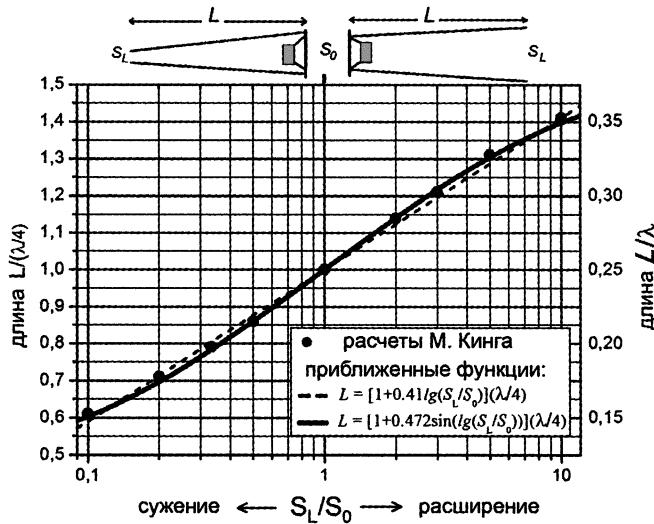

Рис. 4.11. Универсальная зависимость длины  $L$ , которую должна иметь Т-линия, от коэффициента сужения-расширения
На основании табл. 4.3 можно построить универсальный (т. е. применимый для всех значений резонансных частот и соответствующих им длин волн) график. Он представлен на рис. 4.11. Как видно, он неплохо аппроксимируется прямой, если  $S_L/S_0$  откладывать в логарифмическом масштабе. Таким образом, зависимость длины транс-
Тем не менее, читателям, принявшим решение изготавливать расширяющуюся трансмиссионную линию, рекомендуем увеличивать ширину выходного отверстия таким образом, чтобы выход Т-линии совпадал с выходом всего «туннеля». И после этого пользоваться для расчетов табл. 4.2, 4.3, или графиками на рис. 4.11—4.13 и формулами (29) — (32). Возможно, вас воодушевят на эксперименты положительное свойство расширяющейся трубы: более высокий уровень звуко-вого давления на ее выходе.